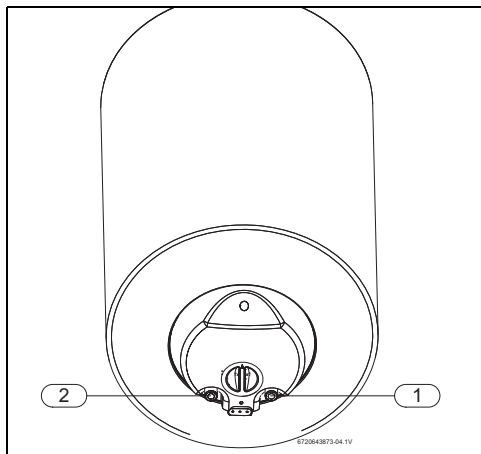

Fig. 7
- Identifique la tubería de agua fría y de agua caliente, para evitar un posible intercambio entre ellas (Fig. 7).